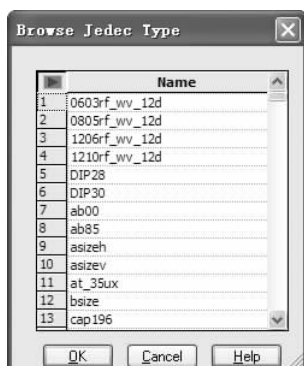

图 2-99 “Browse Jedec Type”对话框
1. 选择“General”选项卡，单击“Associated Footprints”栏中“Jedec Type”右边的按钮[...], 将弹出如图 2-99 所示“Browse Jedec Type”对话框。此对话框显示了所有的元件，可以通过过滤功能进行具体元件的查找。